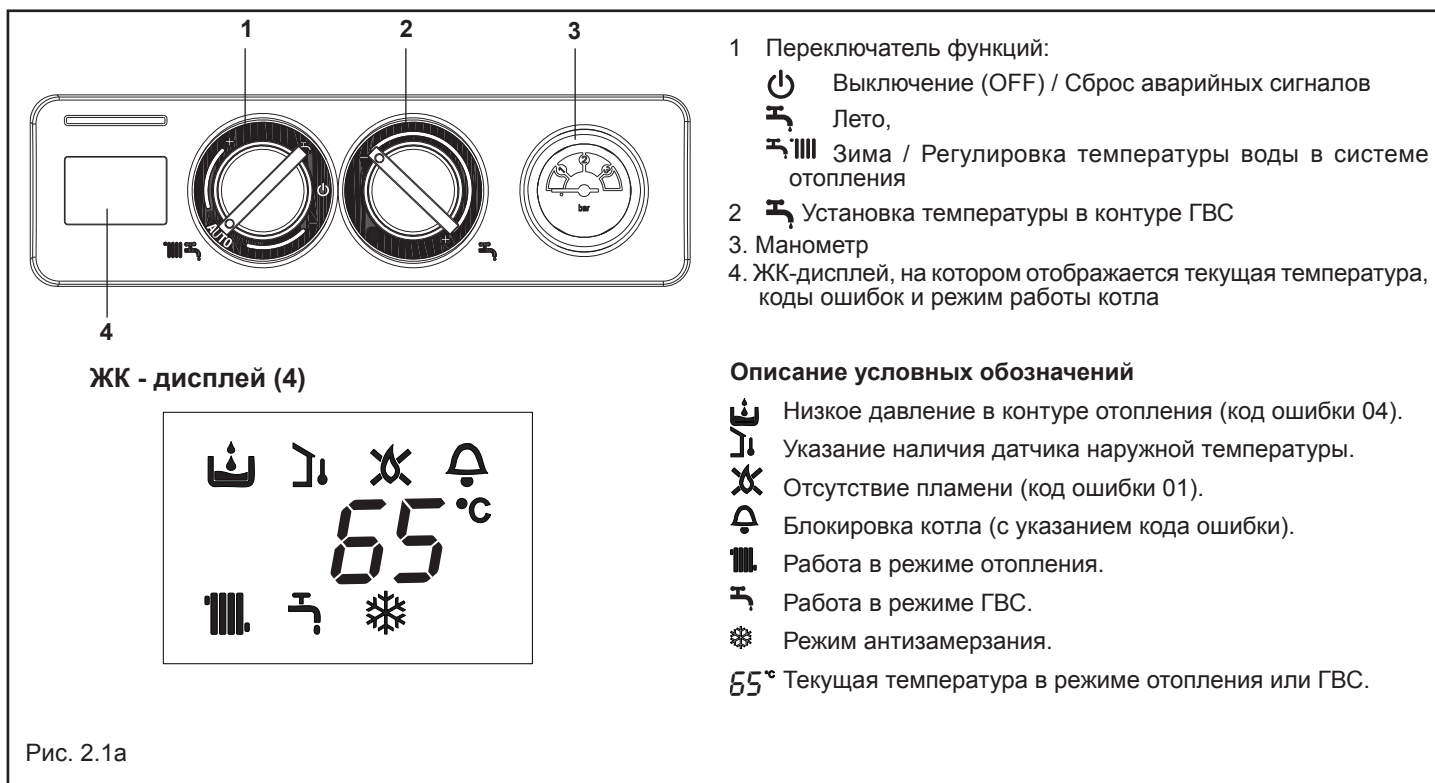

Рис. 2.1a
**Режим «зима»:** установите переключатель режимов (2 – рис. 2.1a) внутри зоны обозначенной + и - (рис. 3.1b). В случае появления запроса от системы отопления котёл разожжётся. На ЖК-дисплее будут высвечиваться температура в контуре отопления, символ работы в режиме отопления и символ наличия пламени (рис. 3.2a). В случае запроса от системы ГВС на ЖК-дисплее будут высвечиваться температура горячей воды, символ работы в режиме ГВС и символ наличия пламени (рис. 3.3a).